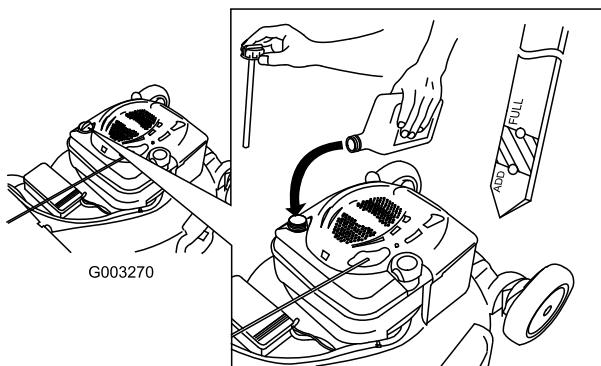

Figura 42
4. Vierta **lentamente** aceite en el tubo de llenado hasta que el nivel llegue a la marca Full de la varilla (Figura 42). **No llene demasiado.** (Capacidad máxima: 0,59 l (20 onzas), tipo: SAE 30W, aceite detergente con clasificación de servicio API SF, SG, SH, SJ, SL o superior.)